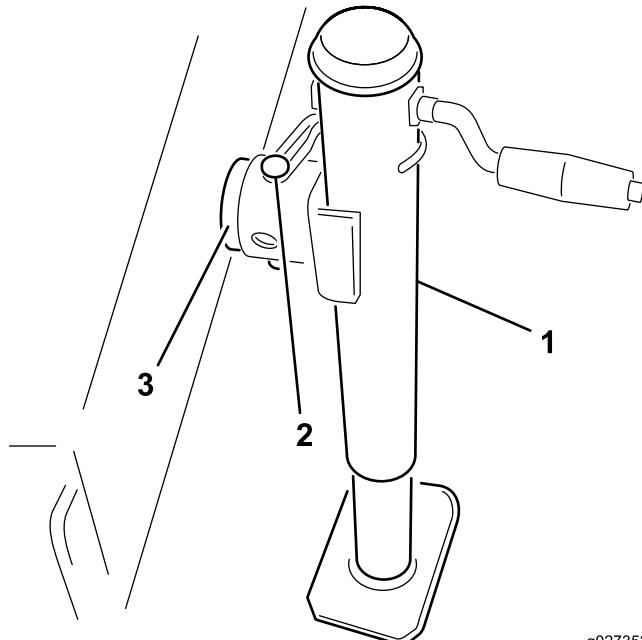

Figure 2
- Insérez la béquille sur la tige du cadre et fixez-la en place avec la goupille (Figure 2).